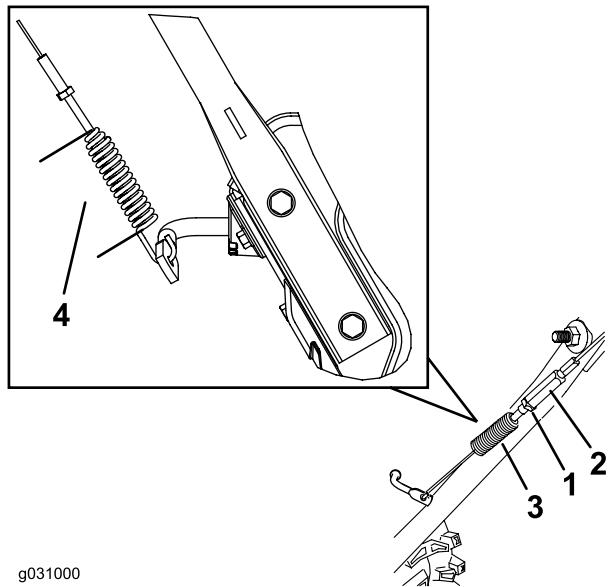

Bild 29
3. Lösen oder ziehen Sie die Spannschraube an, um die Federlänge auf 7 cm einzustellen, wie in Bild 29 abgebildet.
4. Ziehen Sie die Klemmmutter (Bild 29) an und stellen Sie sicher, dass der Zug etwas gespannt ist.